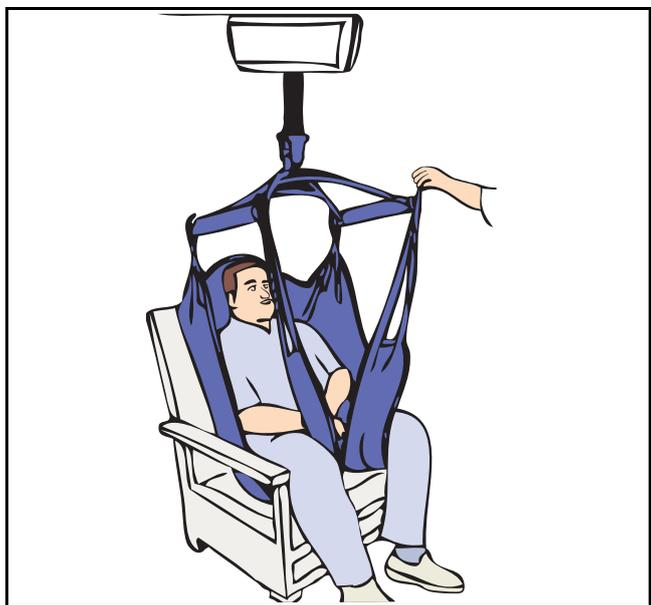

Fig. 27
- 4) Procéder à la mobilisation dans un fauteuil ou ramener le patient sur le lit en le déplaçant, puis en le faisant descendre à la position voulue (voir Fig. 27).